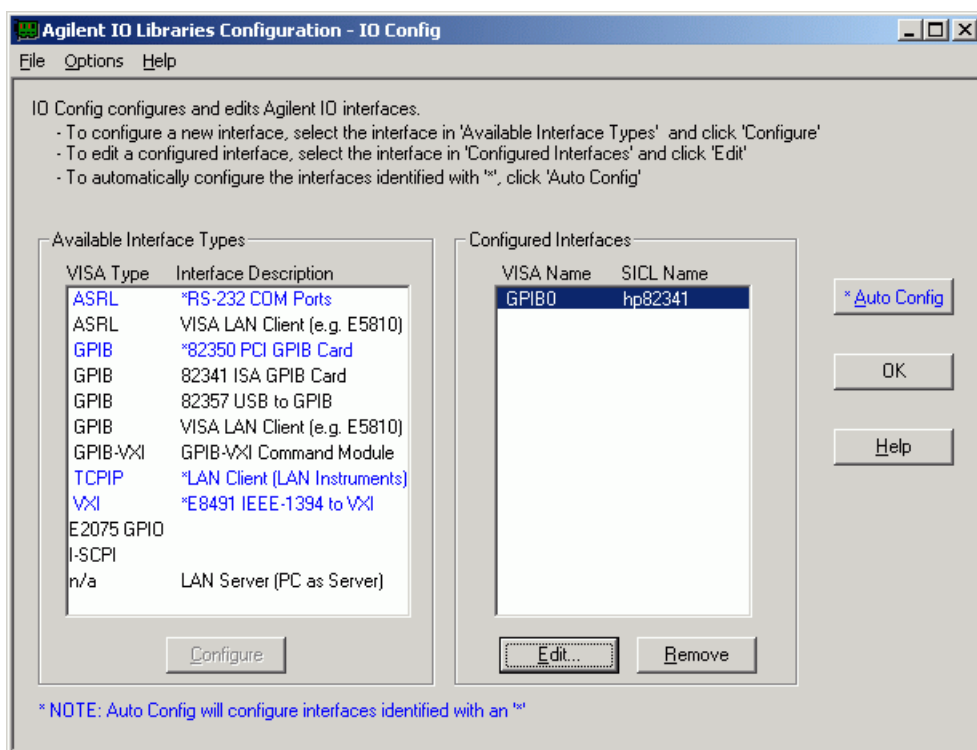

Abbildung 19 Der Bildschirm "Interface Configuration" (Schnittstellenkonfiguration) zeigt jetzt die konfigurierte GPIB-Karte.
- 8 Klicken Sie auf **OK**. Die konfigurierte GPIB-Karte sollte nun unter "Configured Interfaces" (Konfigurierte Schnittstellen) im **Bildschirm Schnittstellenkonfiguration** aufgelistet sein (Abbildung 19 auf Seite 59).